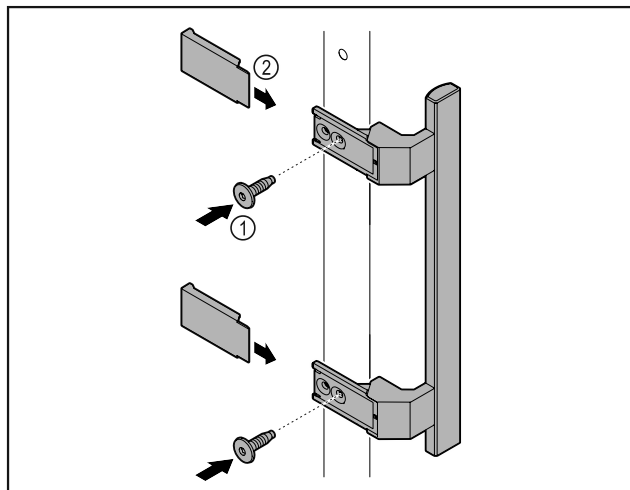

Fig. 6
- ▶ Установите на двери ручку из набора принадлежностей, используя прилагающиеся винты Fig. 6 (1).
- ▶ Установите облицовку Fig. 6 (2).